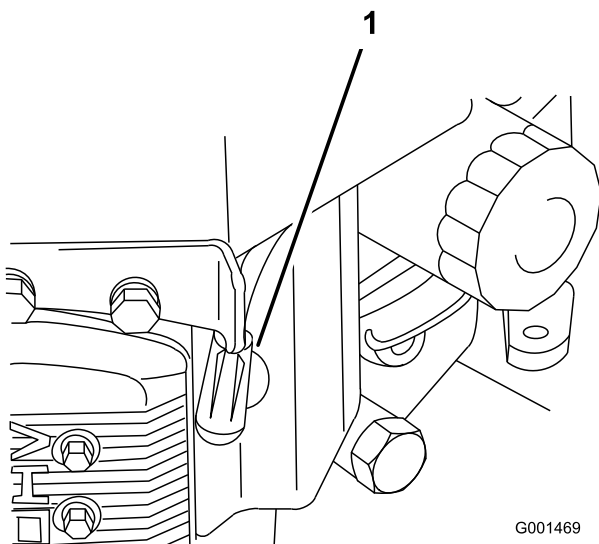

Bild 27
3. Klemmen Sie das Zündkabel von der Zündkerzen ab (Bild 27).